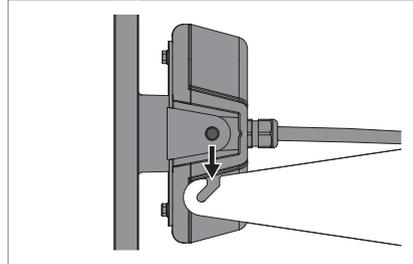

Fig. 11: Valaisimen ripustaminen kiinnikkeeseen.
- ▶ Ripusta valaisin kiinnikkeeseen, katso Fig. 11.